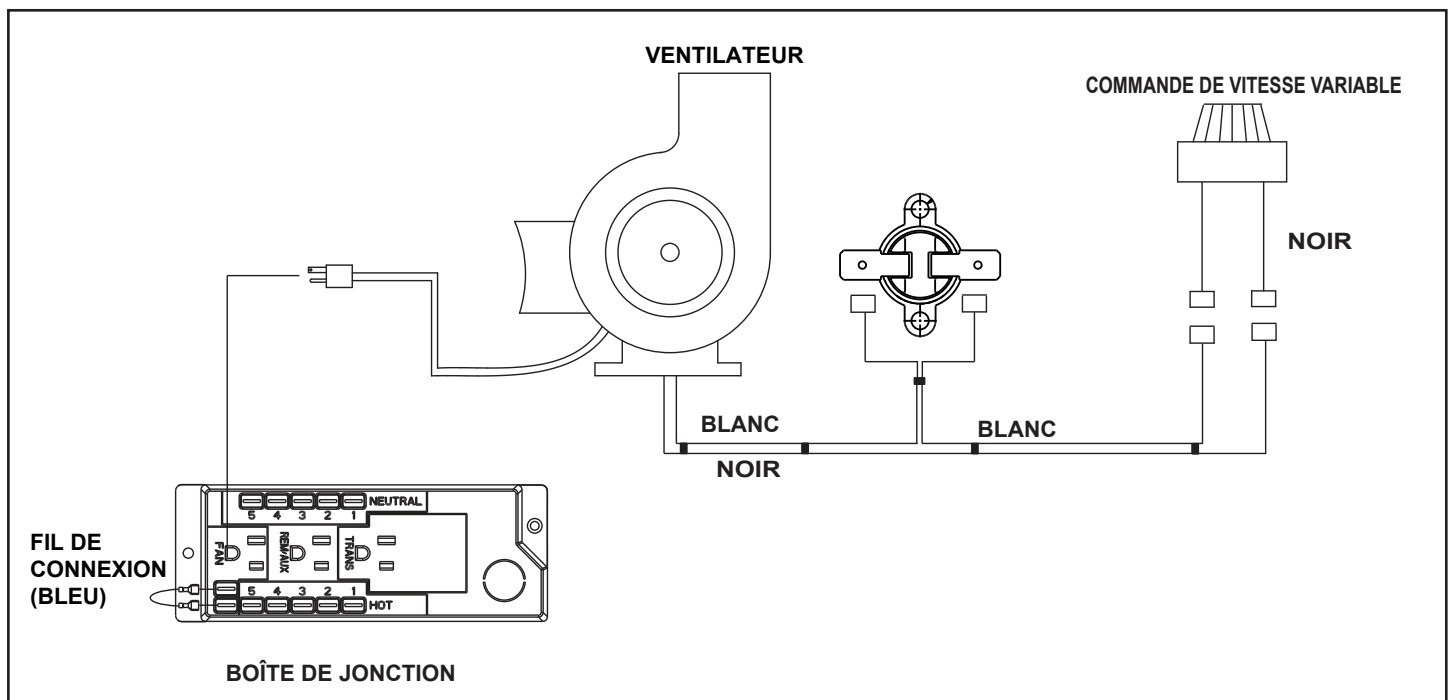

Figure 8.9 Schéma de câblage du ventilateur
6. Installation du réglage de la vitesse (rhéostat). Le réglage de la vitesse s'installe dans le coin arrière droit du bac de composants. Insérez la tige du réglage de la vitesse dans le trou du côté droit du couvercle. Utilisez l'écrou Pal et une clé de 17,5 mm (11/16 po) pour l'attacher. Voir la figure 8.8. Connectez les fils noir et blanc passant sous le poêle, tel qu'indiqué à la figure 8.9 (schéma de câblage) aux fils du réglage de la vitesse. Utilisez le fil de raccordement bleu fourni dans le sac de composants du poêle pour effectuer la connexion aux bornes de la boîte de jonction, comme illustré à la figure 8.9. Enfoncez le bouton de réglage de la vitesse sur la tige. Attachez les fils au moyen des attaches autobloquantes fournies pour éviter qu'ils ne gênent.
7. Branchez le ventilateur dans la prise étiquetée « FAN » de la boîte de jonction. Voir la Figure 8.9. Le ventilateur de convection ne fonctionnera que si le poêle est assez chaud pour actionner le disque d'arrêt. Cela peut prendre jusqu'à 15 minutes, selon la température de la pièce. De même, le ventilateur de convection ne s'arrêtera que si le poêle est assez froid pour couper le disque d'arrêt.